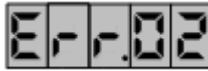

Рисунок 14 – Пример сообщения об ошибке
8.9 В случае возникновения ошибки, устройство выводит на табло в мигающем режиме сообщение "Err." и код ошибки (рисунок 14). Коды ошибок приведены в таблице 4.